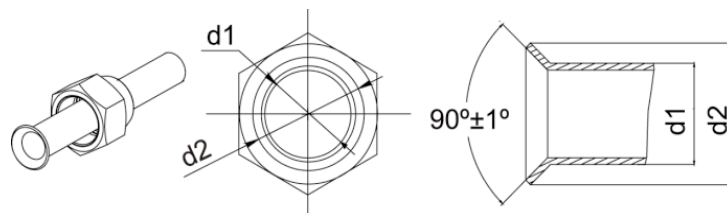

Fig. 8
- (1). Corte el tubo de conexión con el cortador de tubos y elimine las rebabas. (2). Sostenga el tubo hacia abajo para evitar que los recortes entren en el tubo.
- (3). Retire las tuercas cónicas de la válvula de cierre de la unidad exterior y de dentro de la bolsa de accesorios de la unidad interior y, a continuación, insértelas en el tubo de conexión con una herramienta para abocardar.
- (4). Compruebe si la parte abocardada está distribuida de manera uniforme y no hay grietas (consulte la Fig. 8).